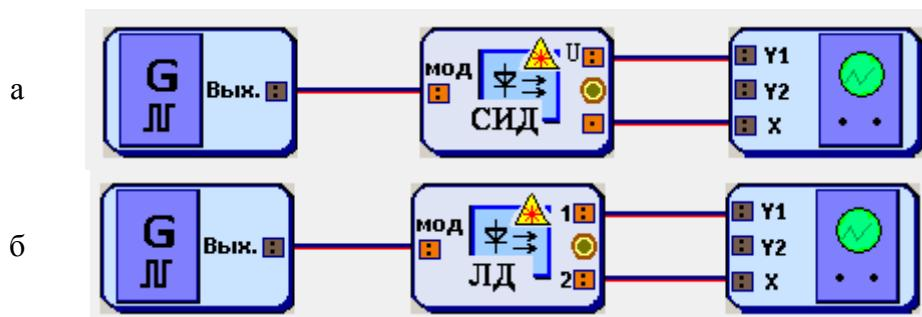

Рис. 7.5. Схемы для наблюдения ВАХ ИИ: а – СИД, б – ЛД
ВАХ ИИ можно наблюдать также с помощью осциллографа. Соответствующие схемы представлены на рис. 7.5
- Соберите схему с СИД на рис. 7.5а.
7. Повторите исследование для лазерного диода (ЛД). Для этого соберите схему на рис. 7.5б и выполните п.п. 2–6.